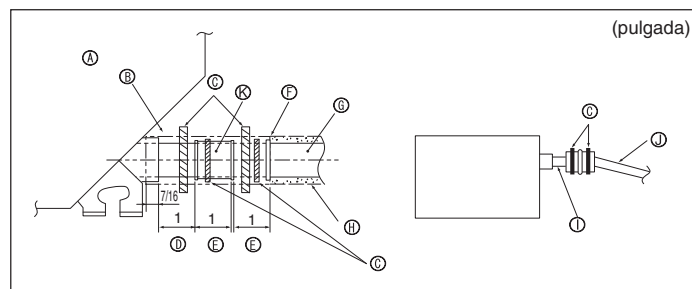

Fig. 5-2
- Conecte el tubo de desagüe (suministrado con la unidad) al orificio de desagüe. (Fig. 5-2) (Sujete el tubo con cinta aislante y asegure la conexión con una abrazadera.)
- (A) Unidad (G) Tubo de drenaje (O.D. ø32 mm, 1-1/4 pulgadas PVC TUBO)